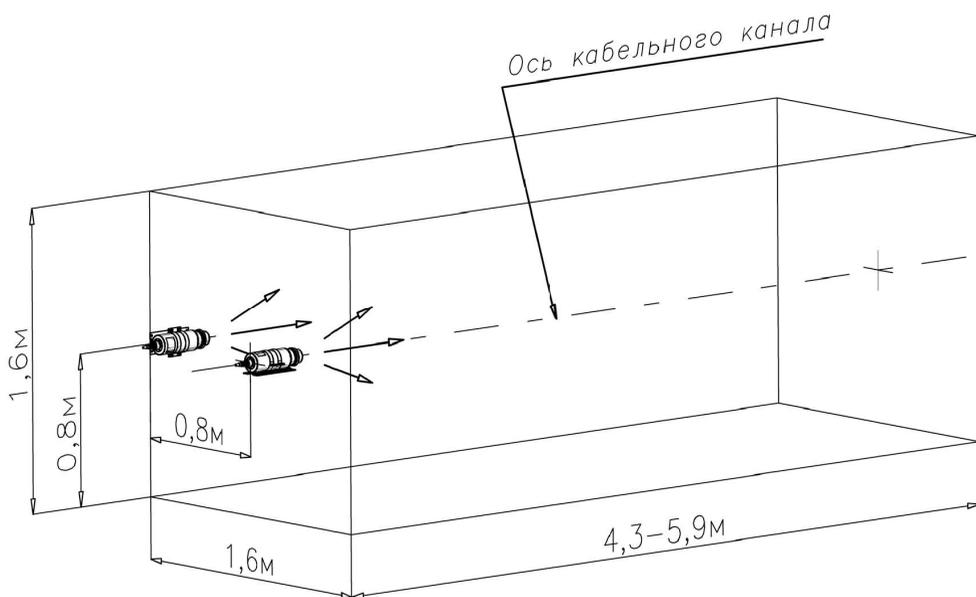

Рисунок 5 - Размещение модулей «БУРАН-2,0(1к)» в кабельных каналах или подобных помещениях.
6.6 Модули «БУРАН-2,0(1к)» необходимо устанавливать вдоль оси кабельных каналов или подобных помещений. Допускается размещение данных модулей на боковых стенках вдоль оси кабельного канала см. рис. 5.